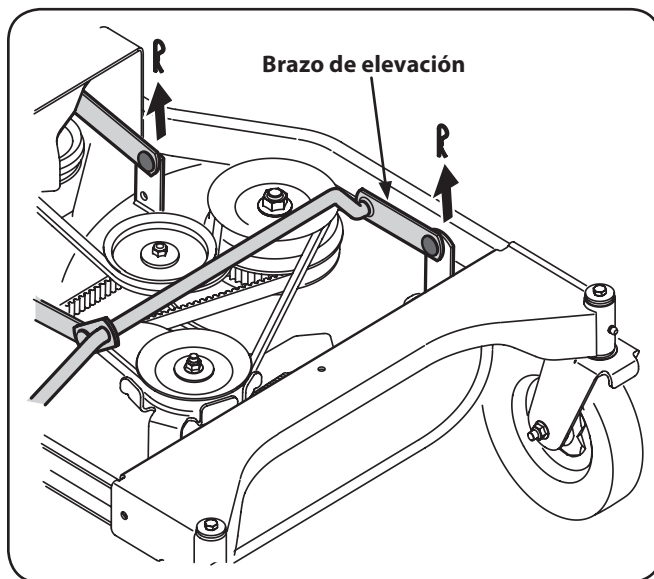

Figura 7-3
7. Mire la plataforma de corte desde el lado izquierdo y saque con cuidado los pasadores horquilla que sujetan los soportes de la plataforma a los laterales posterior y anterior izquierdos de la plataforma. Vea Figura 7-3.
9. Retire con cuidado los soportes delanteros de la plataforma de los brazos de elevación de la plataforma, Figura 7-3.